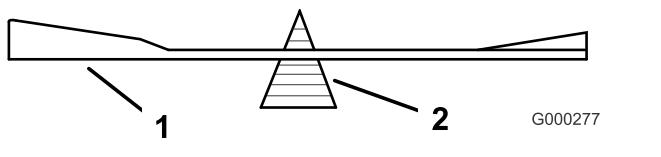

Figure 27
2. Vérifiez l'équilibre de la lame en la plaçant sur un équilibrEUR (Figure 27).